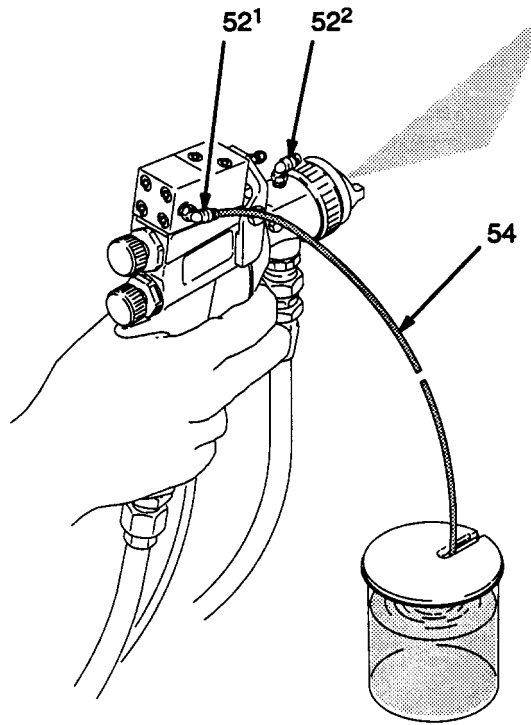

Fig. 19
2. Cubrir el cubilete con una tapa floja para desviar cualquier sobrepulverización, ver Fig. 19.
4. Conectar el tubo de control de relaciones (54 suministrado junto con la pistola) con el adaptador de salida de la válvula del producto activador (52¹) tal como se muestra en la Fig. 19. Girar el adaptador (52²) hacia la parte de adelante de la pistola.
8. Colocar el tubo de control de relación (54) en el cubilete tal como se muestra en la Fig. 19.